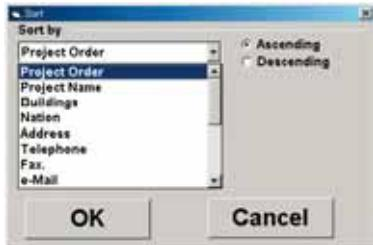

Рис. 4.1.5
Нажать кнопку "Сортировать" (Sort) (6). Откроется окно сортировки (рис. 4.1.5): категорию для сортировки можно выбрать в выпадающем меню. Поставить флажок "По возрастанию" (Ascending) или "По убыванию" (Descending), нажать OK; вид перечня проектов будет изменен.